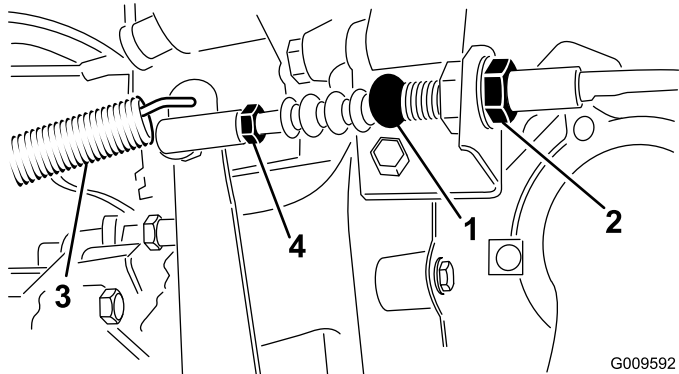

Figura 65
1. Afloje las contratuercas que fijan el cable del embrague al soporte de la carcasa (Figura 65).